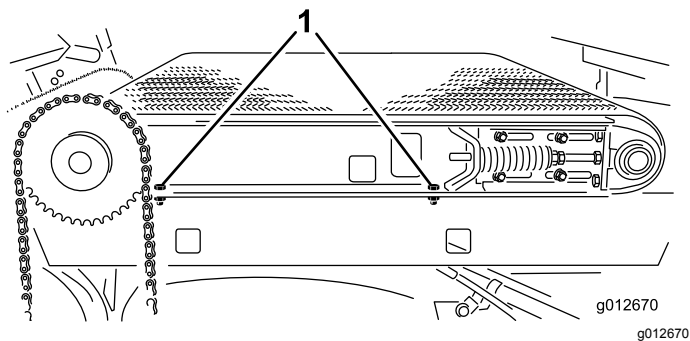

Figura 28
4. Sul lato destro della macchina, allentate le 2 viti a testa cilindrica che fissano la guida del telaio scorrevole al parafrangente destro (Figura 28). Verificate che le viti a testa cilindrica siano sufficientemente allentate da consentire l'inclinarsi del pianale scorrevole.